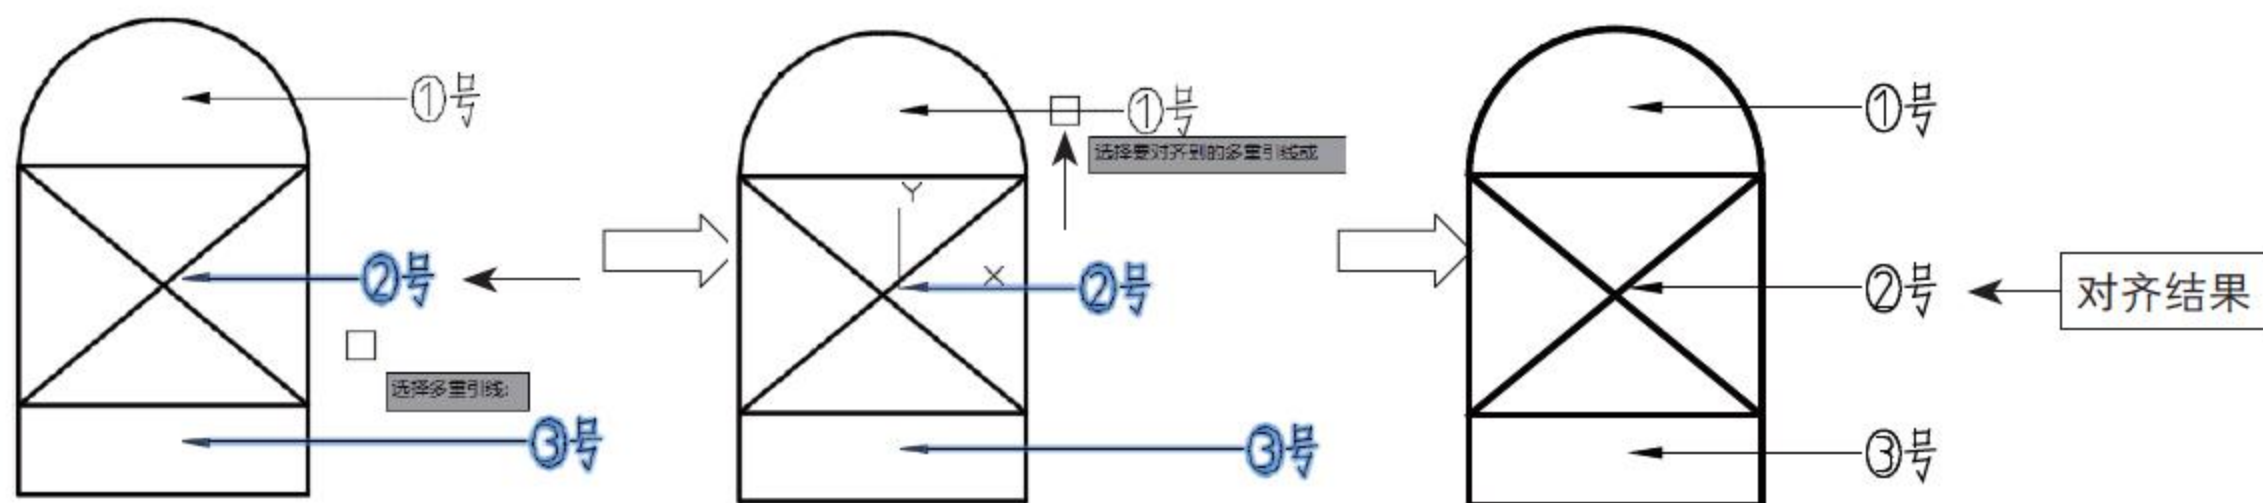

图5-145 对齐引线
执行上述任意一种方法后，调用**【对齐】**命令。首先选择多重引线标注，例如②、③引线标注；接着选择要对齐到的多重引线标注，例如①引线标注。结果是②、③引线标注对齐于①引线标注。操作过程如图5-145所示。